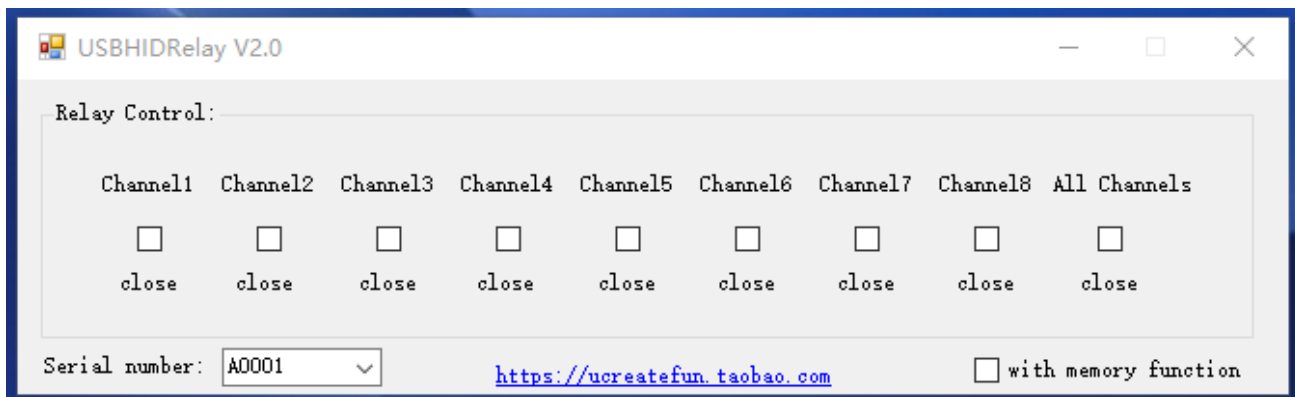

图 4 打开串口后的工作界面
(2) 打开测试软件, 如果在 Serial number 中显示序列号, 说明软件已经读到设备。打开后的界面显示如图 4 所示: